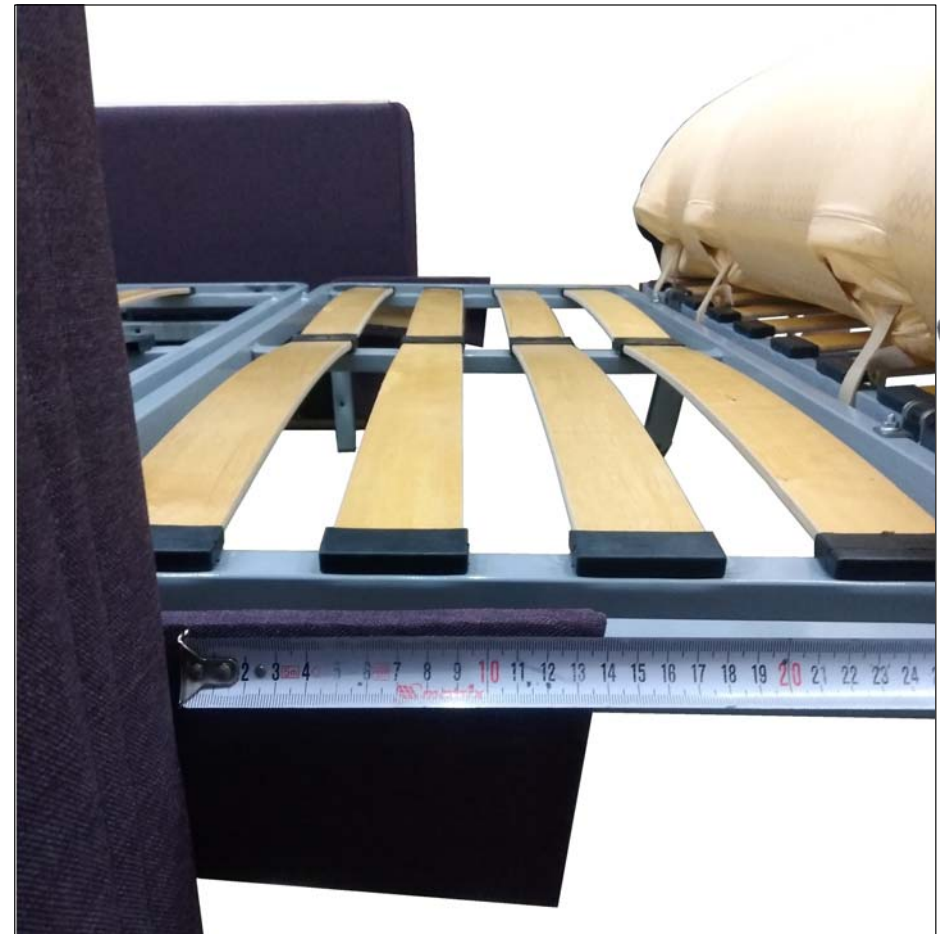

Рисунок 6
6. Выставить положение подлокотников относительно механизма. Положение подлокотников определяется расстоянием от переднего края подлокотника до нижнего края щёчки спинки и составляет 140 мм (Рисунок 6).